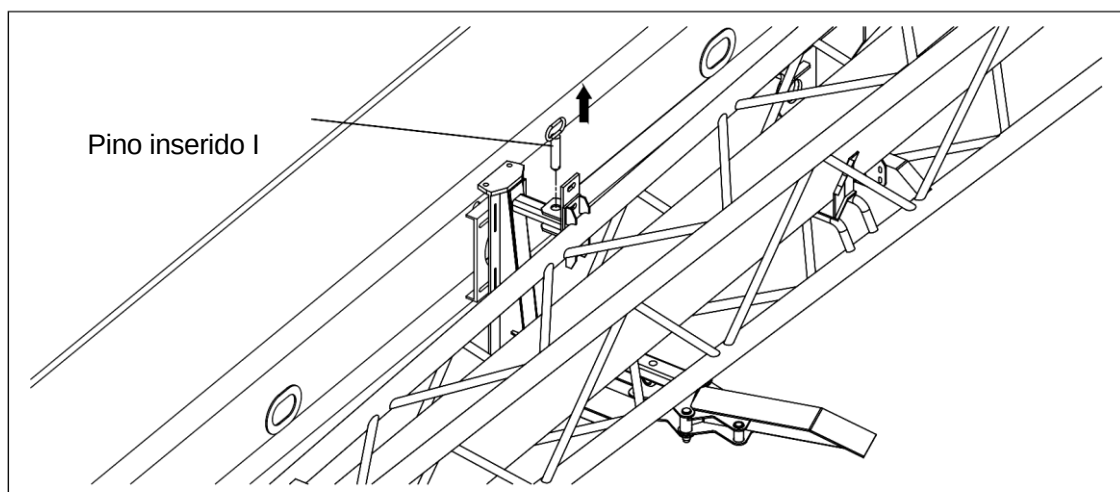

Fig.07-03
- d) Estenda o adaptador intermediário e remova o pino inserido I. Consulte a Fig. 07-03;